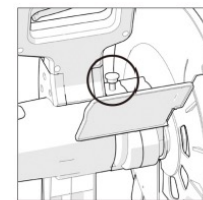

Fig. 3
- Tryck på spindellåsknappen för att aktivera spindellåset (Fig.3).